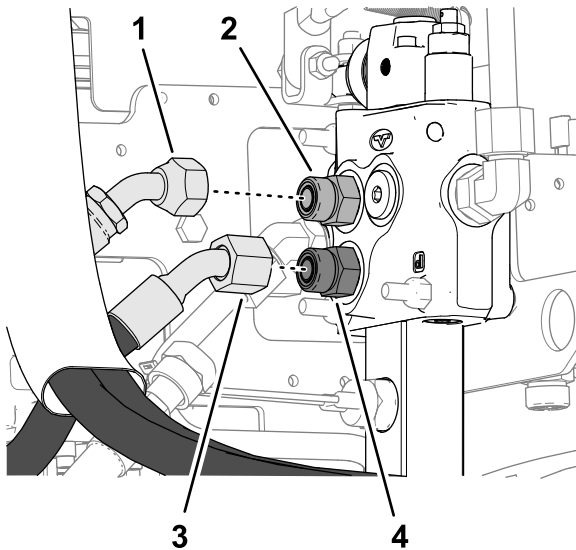

Bild 24
1. Montieren Sie den oberen Laderschlauch, der mit „Anschluss B“ gekennzeichnet ist, an den oberen Anschluss des Hilfsventils (Bild 24).